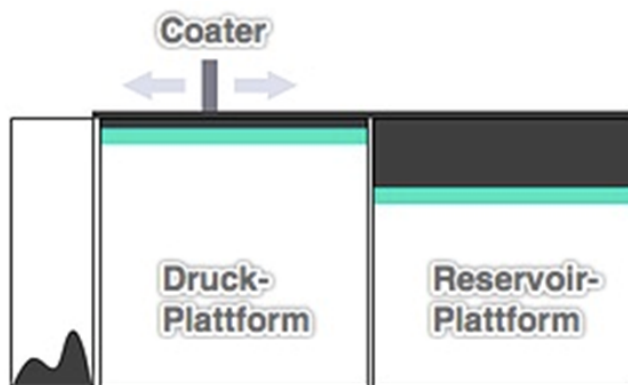

Abb. 16. Glättung der Oberfläche, [Quelle: <http://www.sintratec.info/printing>]
- Dazu wird in diesem Schritt mit dem Coater die Oberfläche geglättet (s. Abb. 16). Dazu wird zuerst die Taste „Apply“ unter „Apply Powder“ gedrückt. Mit dem Coater wird das Pulver im Pulverbehälter “über den Druckbehälter bewegt, um die Oberfläche zu glätten. Das “überschüssige Pulver fällt in den “überschüssigen Pulverbehälter (s. Abb. 16). Nach dem ersten Mal wird der Vorgang so oft wie nötig wiederholt, solange die Oberfläche vollständig flach ist.